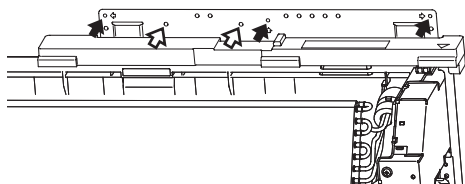

Fig. 6
- 4) Fixieren Sie die Installationsplatte mit den Schrauben ③ an 3 Stellen. (Fig. 6)